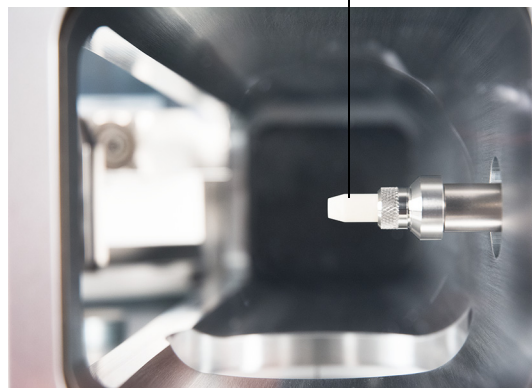

Figure 20. Installation d'une colonne capillaire dans l'interface GC/MS pour une source EI XTR ou une source CI
- Cône d'étanchéité de l'interface (G3870-20542) (voir **Figure 20** et **Figure 21** page 100.)
- 3 Retirer le cône d'étanchéité de l'interface, le ressort et la pièce de retenue du cône d'étanchéité à tête moletée de l'interface GC/MS. (Voir Figure 20 et Figure 21 page 100.)
- 10 Régler la colonne afin qu'elle étende cette distance spécifiée depuis l'extrémité de la ligne de transfert. (Voir **Figure 20** et **Figure 21** page 100.)
**Pour l'installation d'une source EI XTR ou CI,** l'extrémité de la colonne doit dépasser d'environ 1 à 2 mm. (Voir la **Figure 20**.)
**14** Installer le cône d'étanchéité, le ressort et la pièce de retenue du cône d'étanchéité à tête moletée sur l'interface GC/MS. Aligner, glisser délicatement et visser la pièce de retenue du cône d'étanchéité à tête moletée sur le support du cône d'étanchéité. (Voir Figure 20 et Figure 21 page 100.)
**Pour l'installation d'une source EI XTR ou CI** (voir **Figure 20** page 99), l'extrémité de la colonne doit dépasser d'environ 1 à 2 mm.
- 14 Installer le cône d'étanchéité, le ressort et la pièce de retenue du cône d'étanchéité à tête moletée sur l'interface GC/MS. Aligner, glisser délicatement et visser la pièce de retenue du cône d'étanchéité à tête moletée sur le support du cône d'étanchéité. (Voir **Figure 20** et **Figure 21** page 100.)